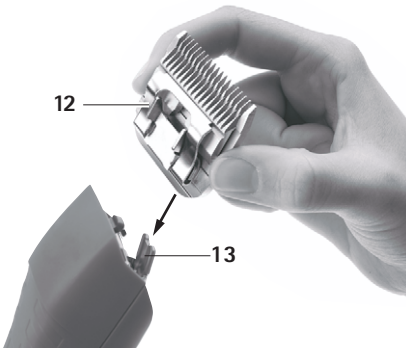

図 2
- カッターヘッド 12 を開いた刃のヒンジ 13 に差し込みます、を参照してください 図 2。
い 図 2。